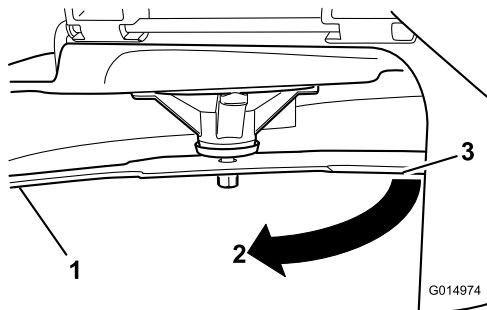

Figura 73
3. Segunda distancia medida entre cuchilla y superficie (B)
4. Gire la misma cuchilla 180 grados de manera que el otro extremo esté en la misma posición (**Figura 73**).